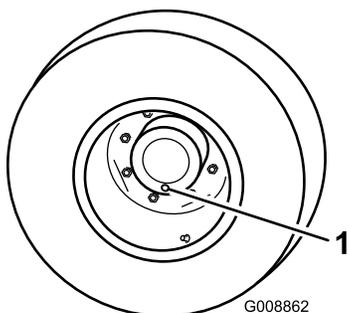

Рисунок 88
1. Поставив машину на ровную поверхность, расположите колесо так, чтобы одна контрольная пробка находилась в самом нижнем положении («6 часов») (**Рисунок 88**).